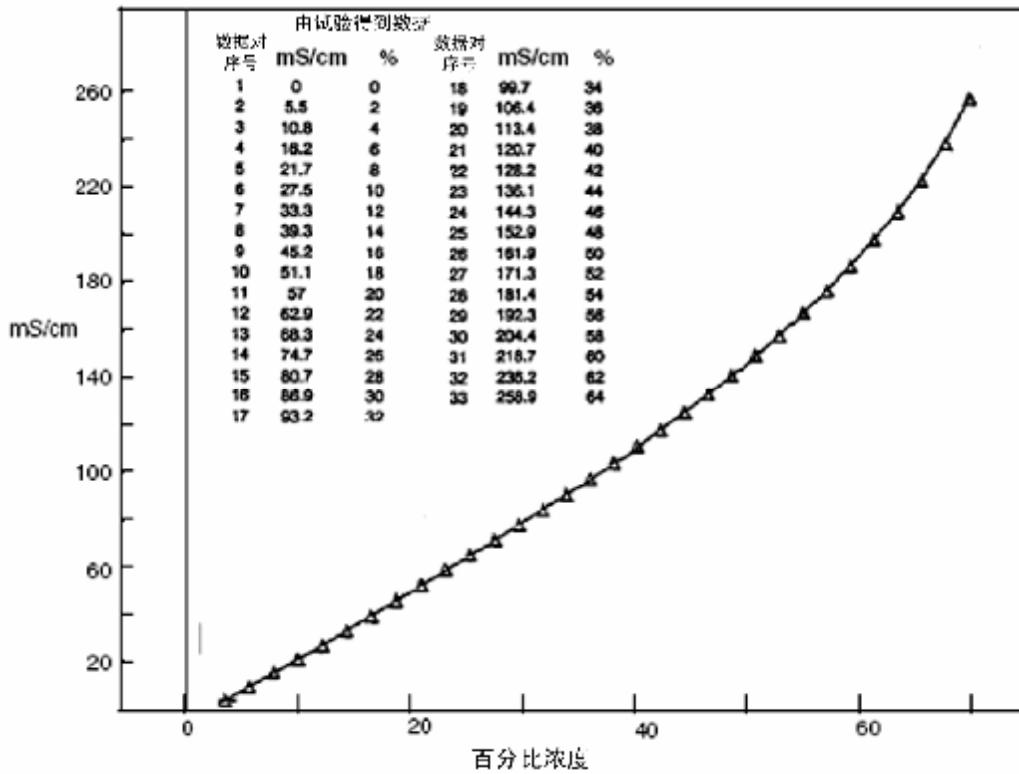

图 22. 初始温度与电导率数据的关系
过程控制点是30%。工艺过程一般在温度范围为15至35°C的环境温度下运行。要采集足够的过程样品并要防止样品受到大气的影晌。使用处于绝对模式（Cd=0000）的EC传感器和873EC分析仪，便生成电导率与温度的关系数据。典型的数据结果如图22所示。
c. 可输入的数据对最大数目是 25。参见 63 页的图 22 和 23。